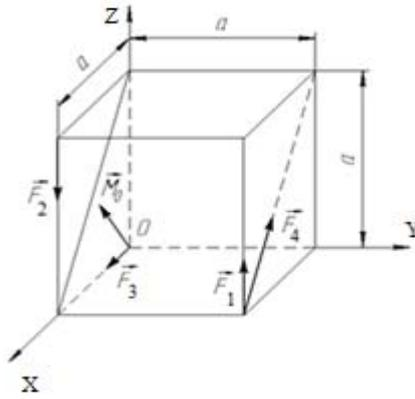

Рисунок 3 – Условие задачи 3
**Задача 3.** Привести систему сил, действующую на куб, к простейшему виду, если  $a = 2 \text{ м}$ ,  $F_1 = 8 \text{ Н}$ ,  $F_2 = 16 \text{ Н}$ ,  $F_3 = 8 \text{ Н}$ ,  $F_4 = 8\sqrt{2} \text{ Н}$  (рисунок 3).